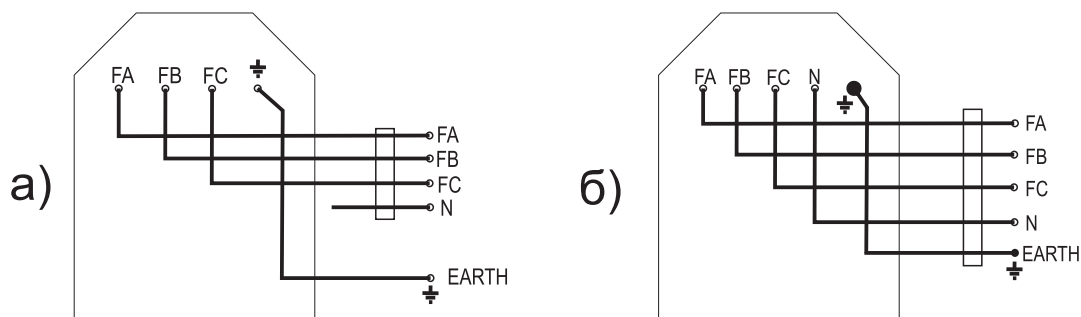

рис. 5.1
**ВНИМАНИЕ!** Подключение аппарата к сети производится по четырехпроводной (а - рис.5.1) или пятипроводной (б-рис.5.1) схеме кабелем сечением не менее 4мм2